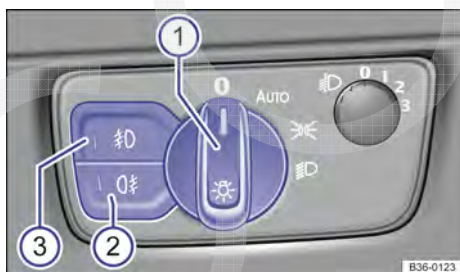

Fig. 117 Ao lado do volante: interruptor das luzes e botões do farol e lanterna de neblina.
Legenda para Fig. 117:
Com a ignição ligada, as lanternas de neblina podem ser ligadas com o interruptor → Fig. 117 nas posições **AUTO**, luz de posição e farol baixo .
- Ligar o farol de neblina : Pressionar o botão → Fig. 117 . A luz de controle no botão se acende.
- Ligar a lanterna de neblina : Pressionar o botão → Fig. 117 . A luz de controle no botão se acende.